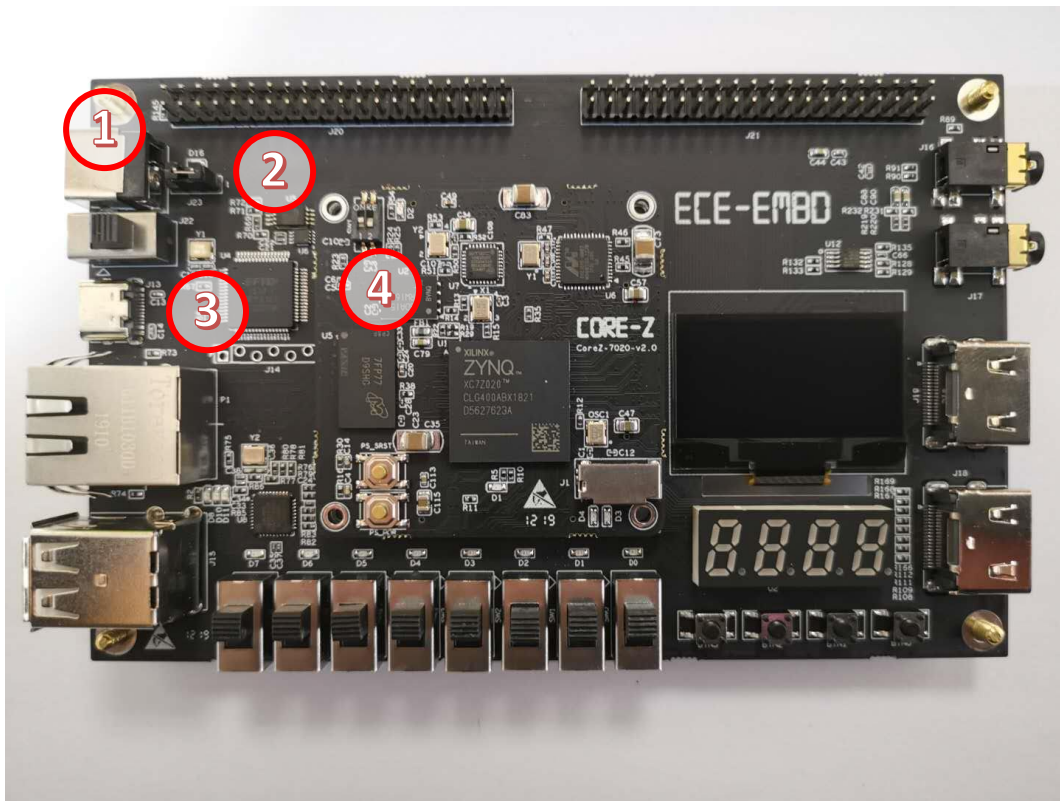

图 1 板卡快速配置
ECE 系列板卡采用 5V 直流电源供电, 用户可使用配套电源适配器接入图 1 中电源接口 (标示①处) 或使用 USB-TypeC 接口供电 (标示③处), 两种供电方式通过跳线 J23 进行切换, 短接 1,2 脚选择 USB 供电, 短接 2,3 脚选择外部供电。